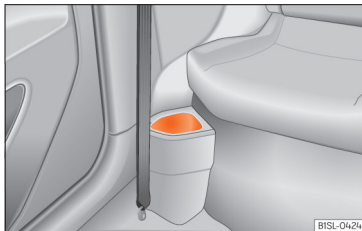

Abb. 128 Vor den Rücksitzen: Ablagefach.
- Vor den Rücksitzen » **Abb. 128**.